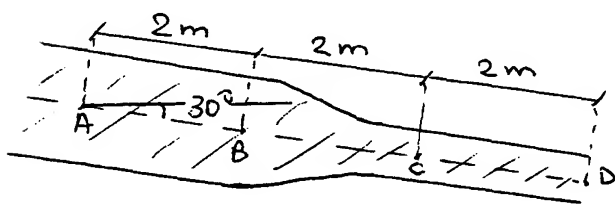

FIGURA 1
1.- Sea el depósito de grandes dimensiones que se indica en la Figura 1. La presión manométrica en la cámara de aire que hay en el interior del depósito es de 1.2 atm. La altura del nivel del agua en el depósito es de 5 m. La tubería que sale del depósito conduce el agua hacia el exterior en sentido ascendente con una inclinación de 30° , y al cabo de 5 m se reduce su diámetro a la mitad, continuando así 3 m más de tubería. 1 atm = $1.013 \cdot 10^5$ Pa. Calcular: